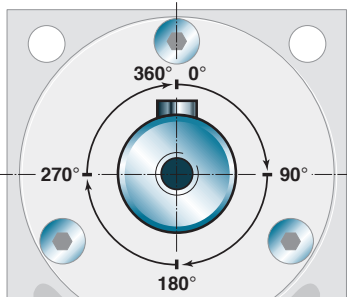

fig. 1
Il cilindro viene fornito con la linguetta del pignone in posizione centrale (vedi fig. 1) e la rotazione avviene in senso orario.
*the cylinder can be supplied with the pinion tongue in central position (see fig. 1), and the rotation is clockwise.